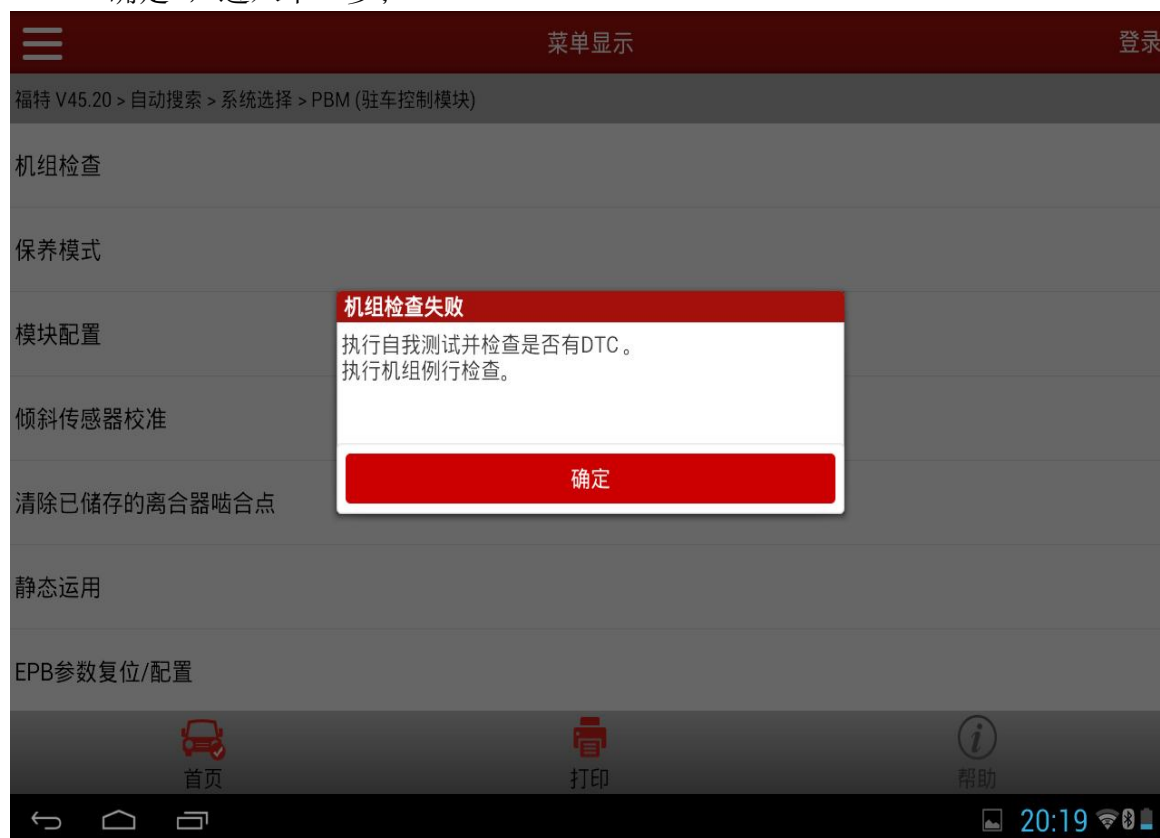

图 11
11). 提示：执行自我测试并检查是否有 DTC。执行机组例行检查。(图 11)，点击“确定”，进入下一步；